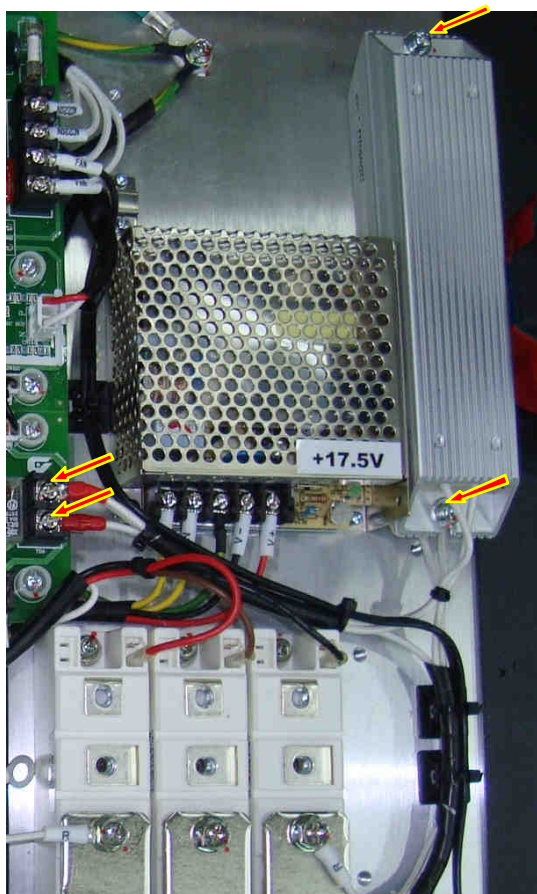
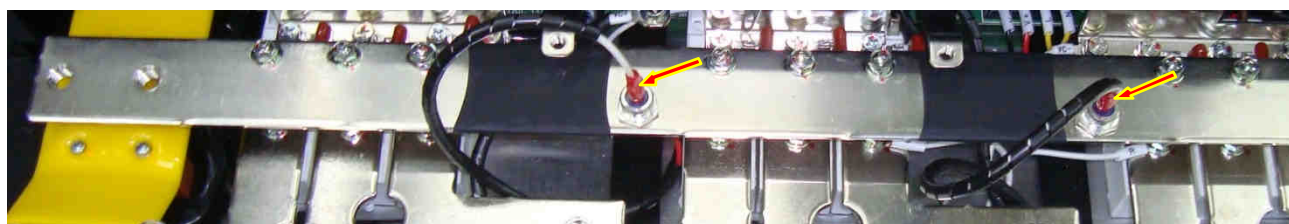

Рис. 6.30.
Рис. 6.31.
6.16.1. Выкрутить 2 винта крепления резисторов предзаряда, разрезать стяжки крепления. Отсоединить провода от клеммника ТВ4 платы управления тиристорами (рис. 6.30). Отпаять провода от анодов диодов предзаряда (рис. 6.31). Положить резисторы предзаряда с проводами и винты в тару.